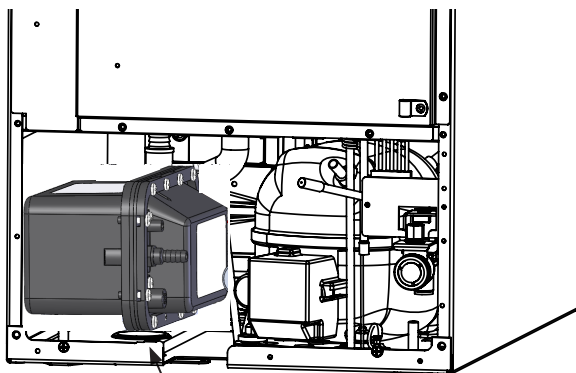

Figure 40
6. Faites pivoter la pompe de drainage et sortez-la de l'appareil à glaçons (Voir la Figure 40). Il peut être nécessaire de débrancher la liaison du fil de terre sur le rebord arrière de l'armoire (Voyez la Figure 36).